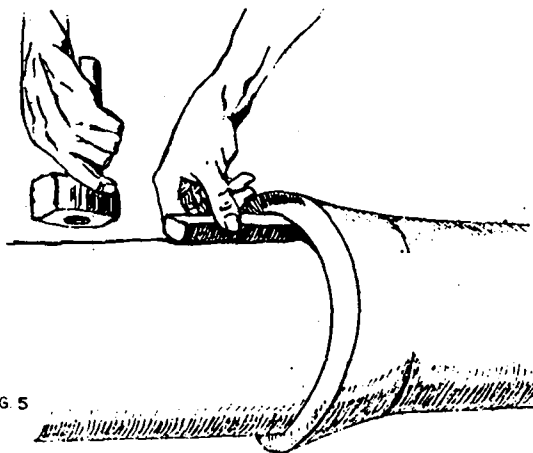

FIG 5
5.º Passo – Centralize a ponta do tubo na bolsa (fig. 5).